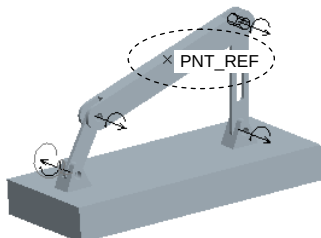

图 13.5.21 测量操作
下面以图 13.5.21 所示的实例说明测量操作的一般过程:
(2) 新建一个测量。单击  按钮，系统弹出“测量定义”对话框，在该对话框中进行下列操作：
- ① 输入测量名称（或采用系统的默认名）。
- ② 选择测量类型。在 **类型** 下拉列表中选择 **位置** 选项。
- ③ 选取测量点（或运动轴）。在图 13.5.21 所示的模型中，查询选取连杆 3 (rod_3) 上的点 PNT_REF。
④ 选取测量参考坐标系。本例采用默认的坐标系 WCS（注：如果选取一个连接轴作为测量目标，就无须参考坐标系）。
⑤ 选取测量的矢量方向。在 **分量** 下拉列表中选择 **模** 选项。
⑥ 选取评估方法。在 **评估方法** 下拉列表中选择 **每个时间步长** 选项。
⑦ 单击“测量定义”对话框中的 **确定** 按钮，系统立即将该测量（measure1）添加到“测量结果”对话框的列表中。
(3) 进行动态测量。
① 选取测量名称。在“测量结果”对话框的列表中，选取测量 measure1。
② 选取运动分析的名称。在“测量结果”对话框的列表中，选取运动分析